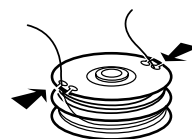

Fig. 7
**NOTA:** Enrolle ambos lados y deje suficiente hilo fuera para poder colocarlo fácilmente en los orificios de sujeción del carrete (Fig. 7).